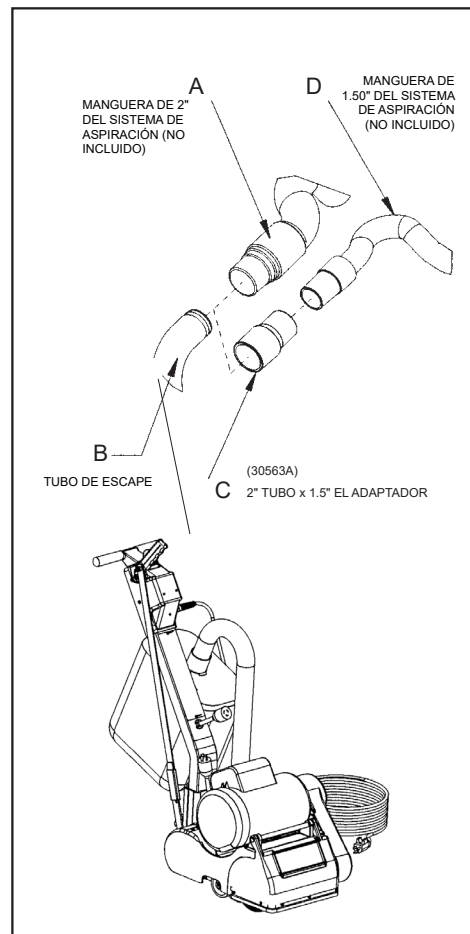

Figura 1
2. Inserte el extremo de manguera de 1 1/2" (figura 1, D) en el adaptador (figura 1, C).